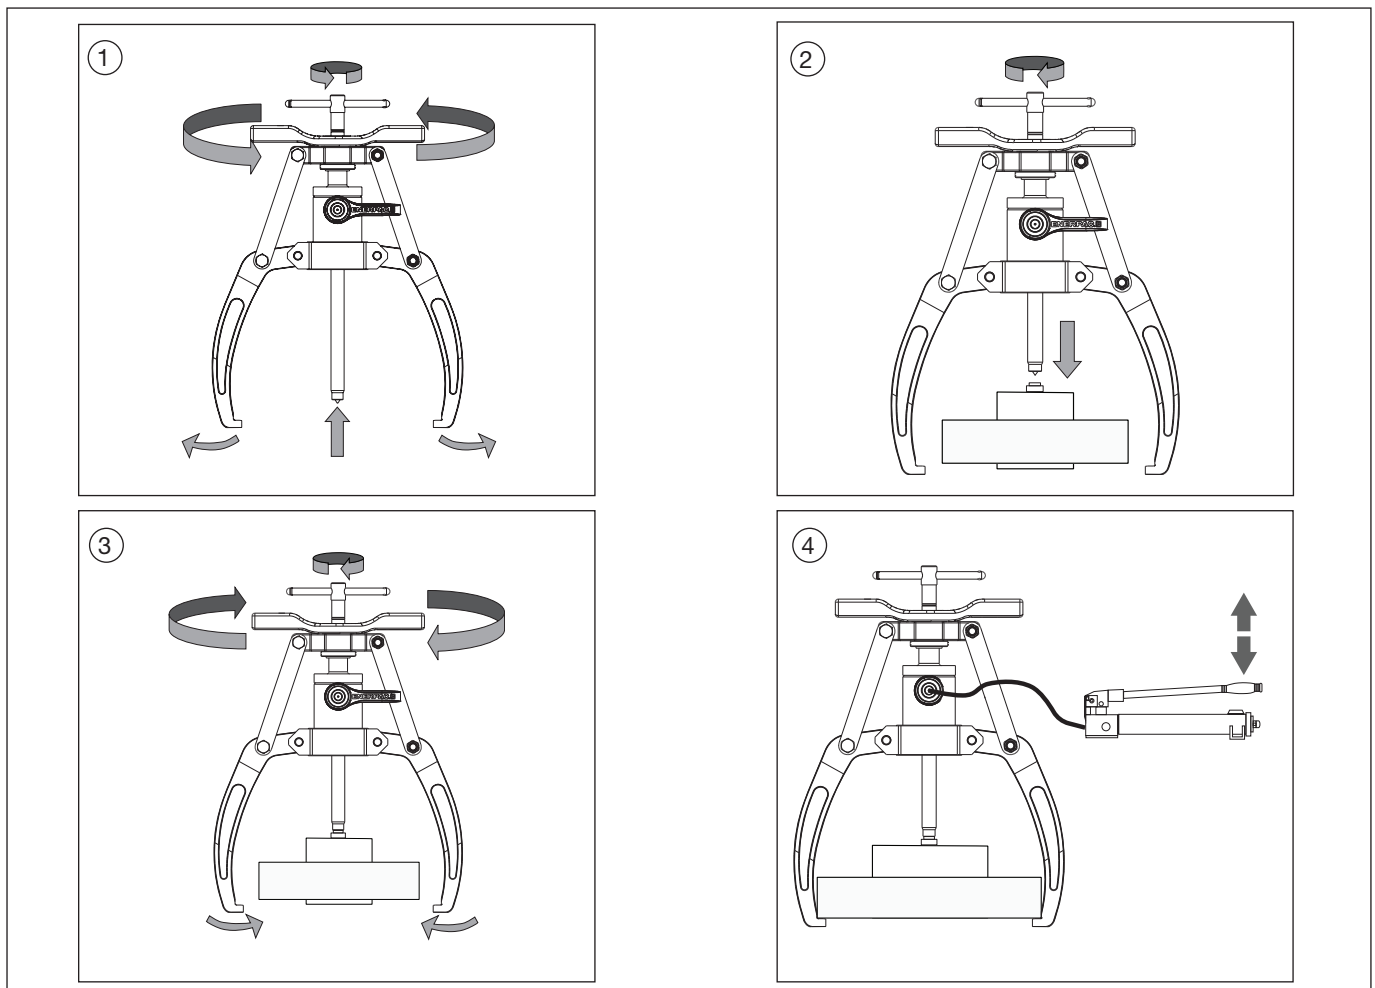

Figura 6, Pașii de instalare a extractorului
1. Rotiți axul pentru a regla înălțimea acestuia în sus sau în jos. Rotiți mânerul pentru a crește sau a reduce deschiderea brațelor. Reglați brațele și axul pentru a permite montarea extractorului pe piesa de lucru. Consultați Figura 6, imaginile 1 - 4, în timpul pașilor următori.